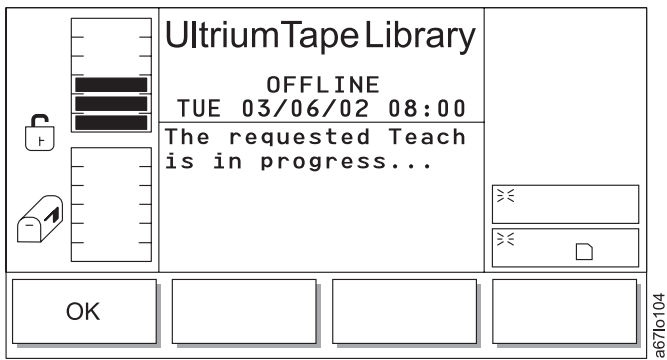
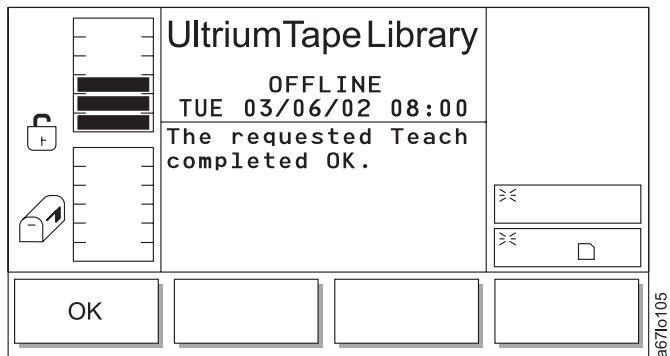

Abbildung 188. Dialog für laufende TEACH-Operation
Abbildung 189. Dialog für beendete TEACH-Operation
- Wird **OK** ausgewählt, beginnt der TEACH-Prozess. Der Dialog für laufende TEACH-Operation wird angezeigt, gefolgt von dem Dialog für beendete TEACH-Operation (siehe Abb. 188 und Abb. 189 auf Seite 202).
Tabelle 137. Übersetzung von Abb. 188 auf Seite 201, Dialog für laufende TEACH-Operation
Tabelle 138. Übersetzung von Abb. 189, Dialog für beendete TEACH-Operation